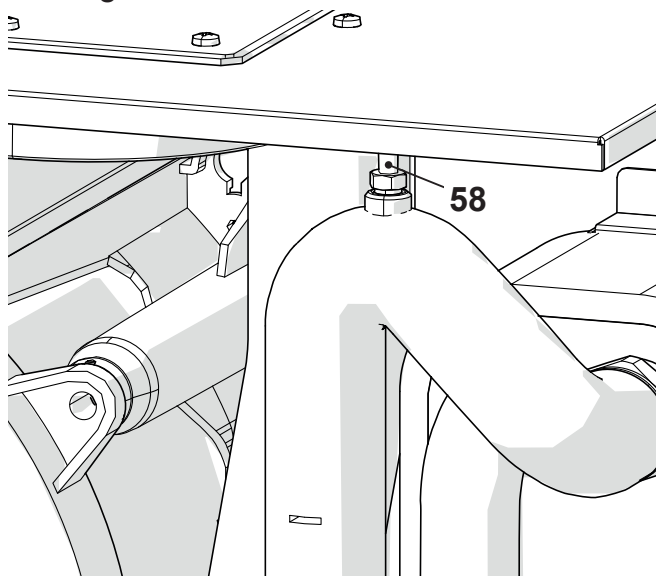

Figura 11.3
- Allentare la valvola di sfiato manuale 58 in Figura 11.3.
- Chiudere la valvola di sfiato manuale 58 in Figura 11.3.